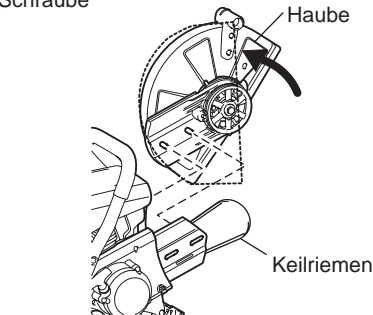

Abb. 2
- Drehen Sie die Haube zur Position der Strichlinie. Entfernen Sie den Keilriemen und anschließend die Trennerbefestigung vom Trennschleifer. Positionieren Sie den Griff neu. (Abb. 2)